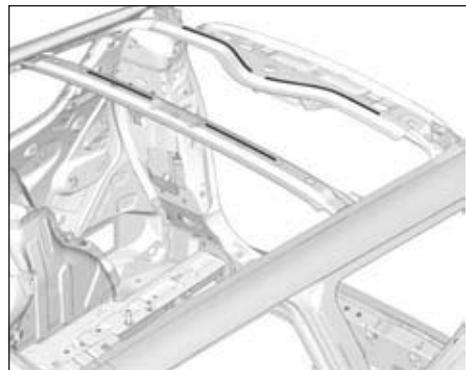

FIG.101
- Préparer les zones d'accostage (Fig.101).